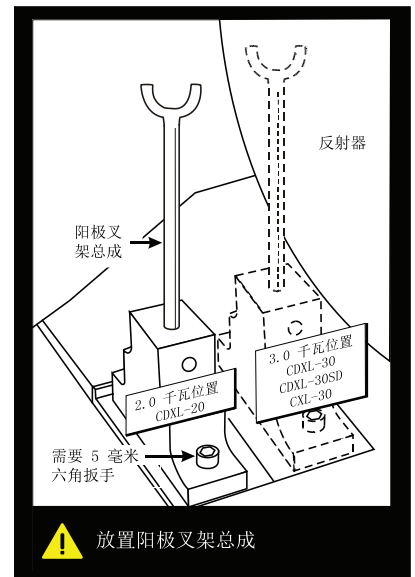

图 5-4 灯泡叉架位置
- 检查阳极叉架 (灯泡叉架) 位置是否正确。(图 5-4)